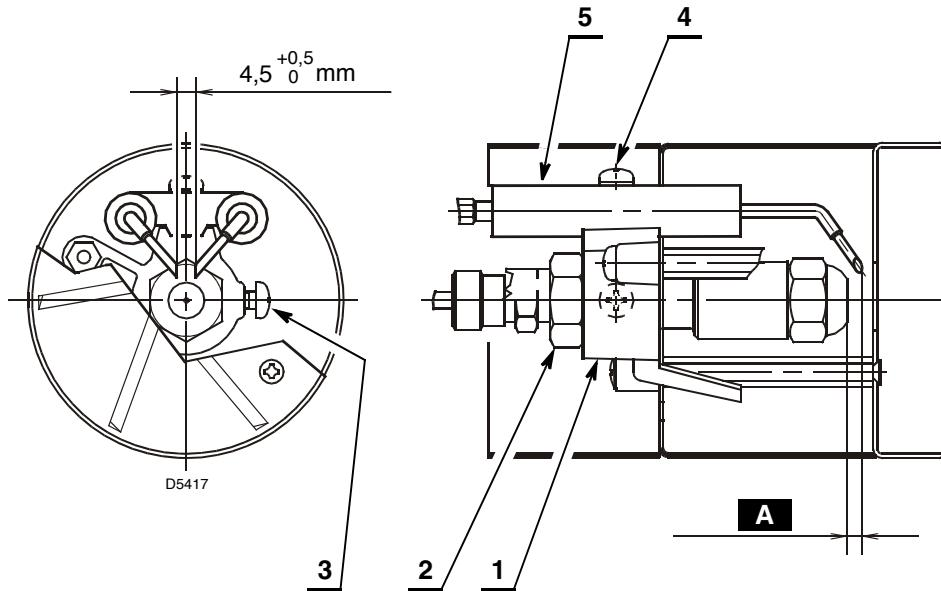

Fig. 22
- apoyar el conjunto soporte estabilizador 1) (Fig. 22) al porta-rociador 2) y bloquear con el tornillo 3);